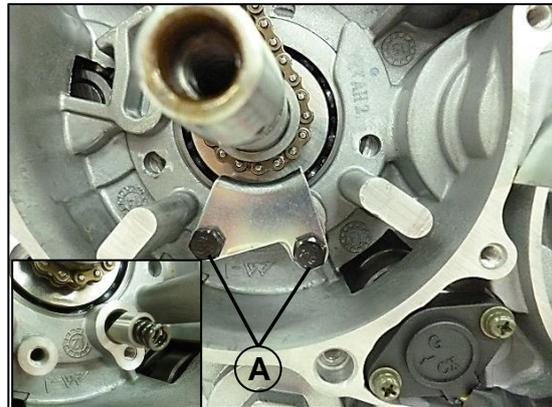

Fig. 34
Verifique el ajuste de los tornillos de la platina (A) que garantizan el juego axial del rodamiento derecho del cigüeñal. Revise también el buje y resorte que vienen al interior. Fig. 34